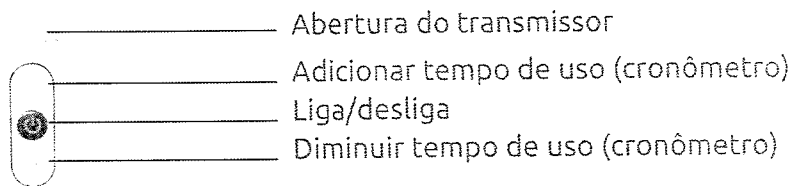

Figura 8: Controle Remoto
- Use o controle remoto infravermelho para operar esse dispositivo (Figura 8).
1) Após a nebulização, remova o nebulizador do concentrador de oxigênio. Desligue o concentrador de oxigênio, desconecte a mangueira, remova a tampa, desmonte o nebulizador, conforme mostrado na Figura 8.
1) Componentes do nebulizador instalados incorretamente.	1) Instale o nebulizador corretamente (Figura 8).